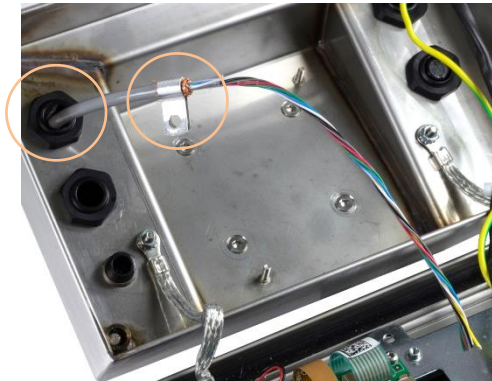

Figura 2-27: Cable de la celda de carga entrando en la caja del IND236, con pinza de conexión a tierra del chasis
1. El cable de la celda de carga se dirige hacia dentro de la caja a través del casquillo para cable indicado en la Figura 2-27.